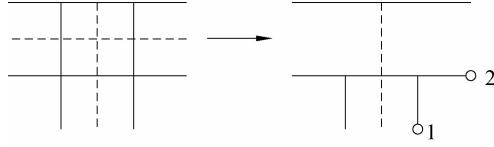

图 4-13 “T形打开”工具
(5) T形打开:用于在两条多线之间创建打开的 T 形交点。将第一条多线修剪或延伸到与第二条多线的交点处,如图 4-13 所示。